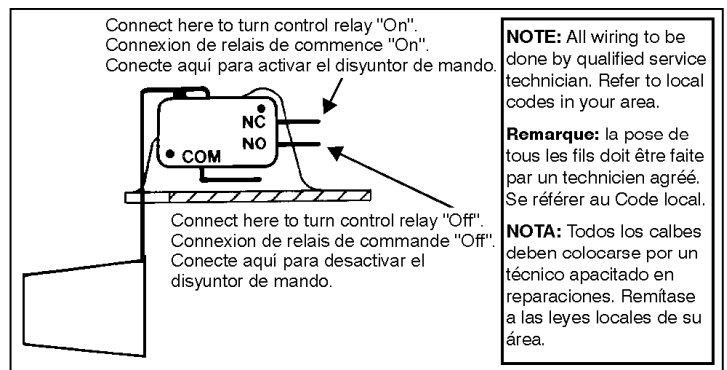

Fig. 2
- Safety Switch (Fig. 2 & 3)-the safety overflow switch should be connected to a Class II low voltage circuit. Typical hook-up of 'NC' circuits would be:
3. Disjoncteur (Fig. 2 & 3)-Le disjoncteur de débordement doit être connecté à un circuit à basse tension de catégorie II. L'assemblage typique de circuits 'NC' serait: N.O. Quand l'eau monte, le circuit s'ouvre pour arrêter le système de chauffage ou de refroidissement.
3. Interruptor de seguridad (Fig. 2 & 3): el interruptor de seguridad de exceso sobre la capacidad, debe encontrarse conectado a un circuito de bajo voltaje de la clase II. El prototipo de la conexión de los circuitos abiertos, sería: